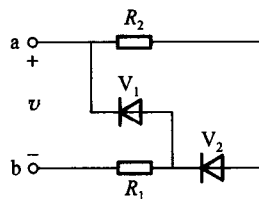

图 1-3
(1) 在图 1-3 所示电路中,试分析输入端 a、b 间输入交流电压 v 时,通过 R_1 、 R_2 两电阻上的是交流电,还是直流电?